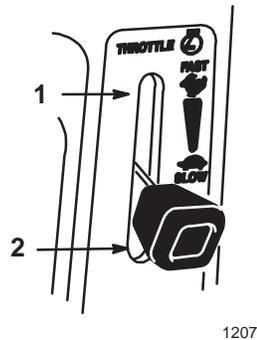

Abbildung 5
5. Den Gashebel auf Position "FAST" (schnell) stellen (Abb. 5).
7. Sobald der Motor angesprungen ist, den Chokehebel auf Position "OFF" stellen (Abb. 5). Wenn der Motor stockt oder aussetzt, den Chokehebel für ein paar Sekunden zurück auf Position "ON" stellen. Dann den Gashebel auf die gewünschte Position stellen. Diesen Vorgang nach Bedarf wiederholen.
1. Den Gashebel auf Position “SLOW” (langsam) stellen (Abb. 5).